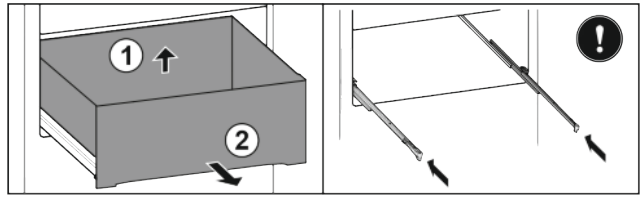

Fig. 27\*
- ▶ Schubfach hinten anheben Fig. 27 (1).\*
- ▶ Nach vorne entnehmen Fig. 27 (2).\*